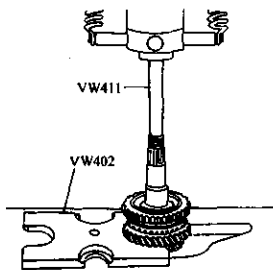

图 3-79 拆下滚针轴承内圈、
3) 取下滚针轴承的内圈、同步器和二档齿轮，如图 3-79 所示。